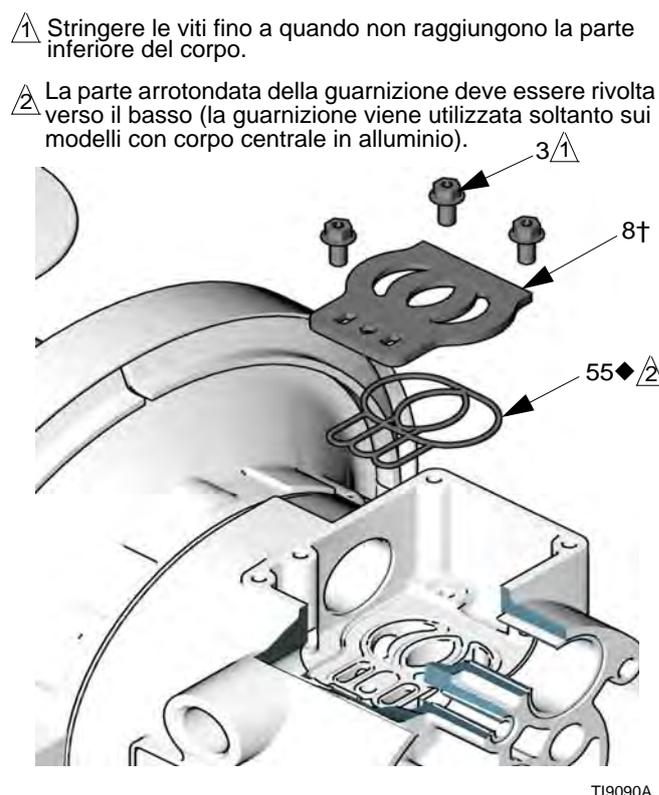

FIG. 8
5. Verificare che la piastra della valvola (8) sia in posizione. Se danneggiato, utilizzare un cacciavite torsionometrico (T20) o una chiave fissa a tubo da 7 mm (9/32 poll.) per rimuovere le tre viti (3). Rimuovere la piastra della valvola (8). Fare riferimento alla FIG. 8.
2. Nei modelli con corpo centrale in alluminio, installare la guarnizione della piastra della valvola (55◆) nella scanalatura sul fondo della cavità della valvola. La parte arrotondata della guarnizione **deve essere rivolta verso il basso** nella scanalatura. Fare riferimento alla FIG. 8.
3. Installare la piastra della valvola (8†) nella cavità, sigillare. Installare le tre viti (3), utilizzando un cacciavite torsionometrico (T20) o una chiave fissa a tubo da 7 mm (9/32 poll.). Serrare fino a quando le viti non raggiungono il fondo del corpo. Fare riferimento alla FIG. 8.